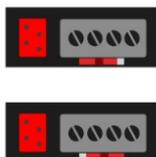

Bild 2 | Figure 2
3. Schieben Sie beim ersten und letzten Gerät den Kodierschalter nach links und bei allen anderen Geräten nach rechts (siehe Bild 2).
3. Slide the coding switch of the first and last unit to the left and all other devices to the right (see Figure 2).